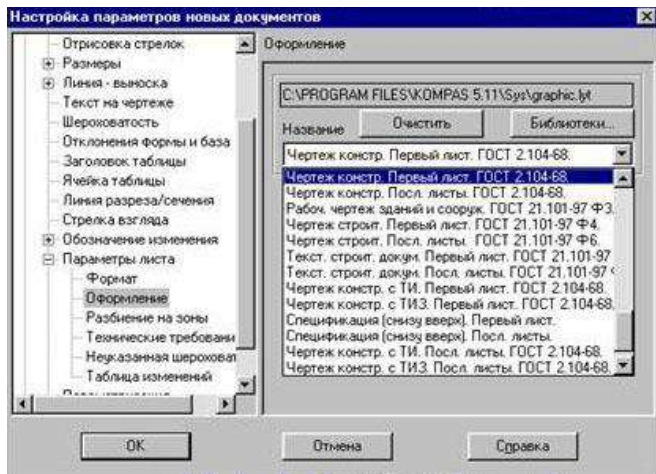

Рисунок 2.3 – Діалогове вікно вибору типу основного напису (штампа)
- для вибору типу основного напису (рис. 2.3) – «Графический документ» ► «Параметры листа» ► «Оформление».